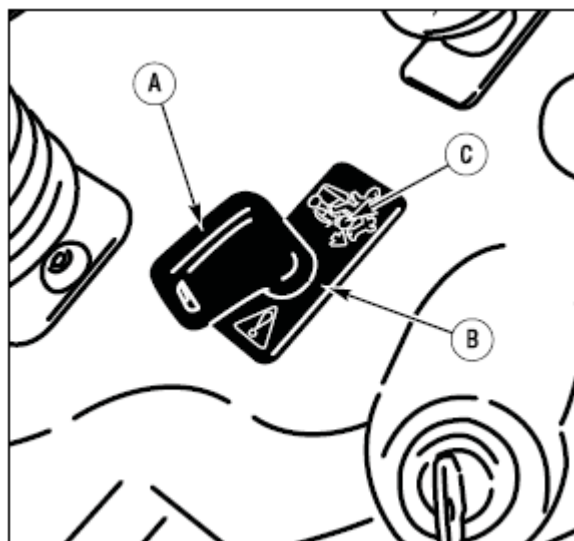

Рис. 16:
2. Вставьте ключ в замок RMO, расположенный справа от чехла рулевой колонки (рис. 16).